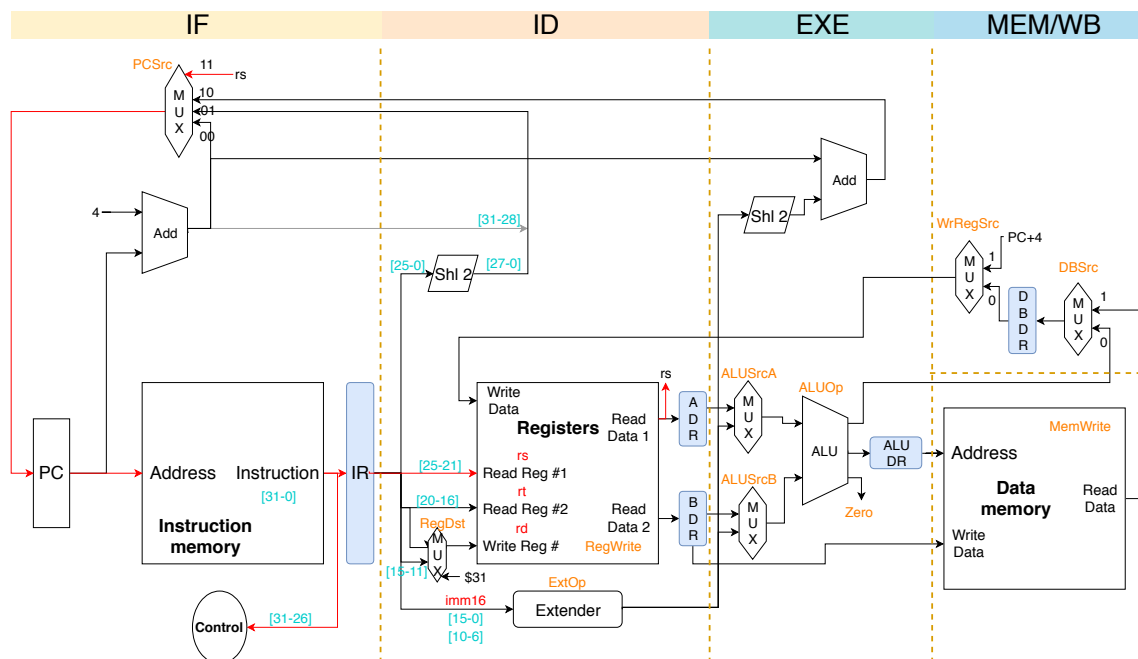

图 12: jr通路
3. jr为R类型，常用于函数调用后返回，见图12，需要读出rs寄存器的内容，并作为PC的跳转值